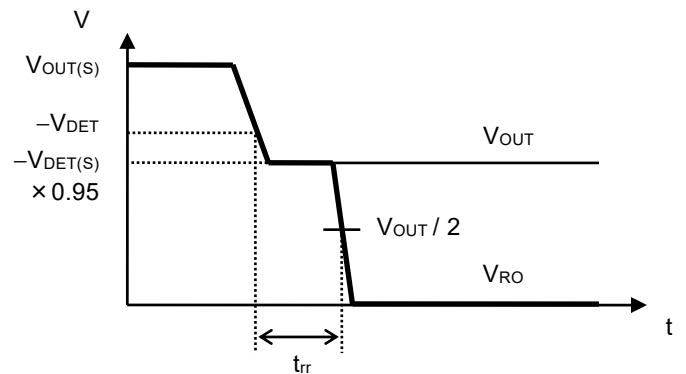

图6 复位反应时间
*4. 从V_{OUT}低于-V_{DET}开始，到实际RO端子的输出开始反转为止的时间 (参阅图6)。